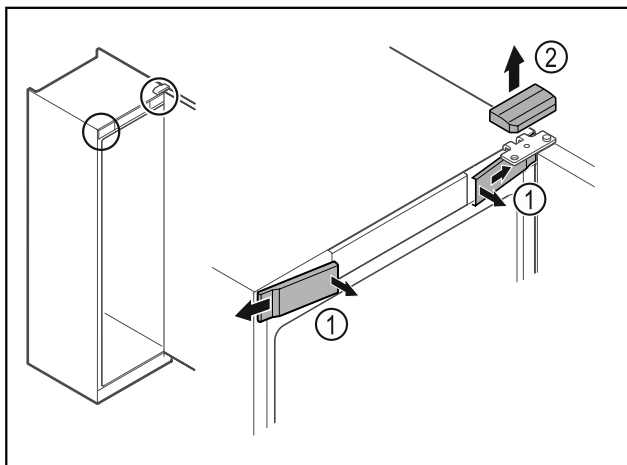

Fig. 11
- ▶ Vidinėje pusėje atfiksukite priekines dengiamąsias plokšteles Fig. 11 (1) ir nuimkite jas į šoną.
- ▶ Nuimkite viršutinę dengiamąją plokštelę Fig. 11 (2) į viršų.